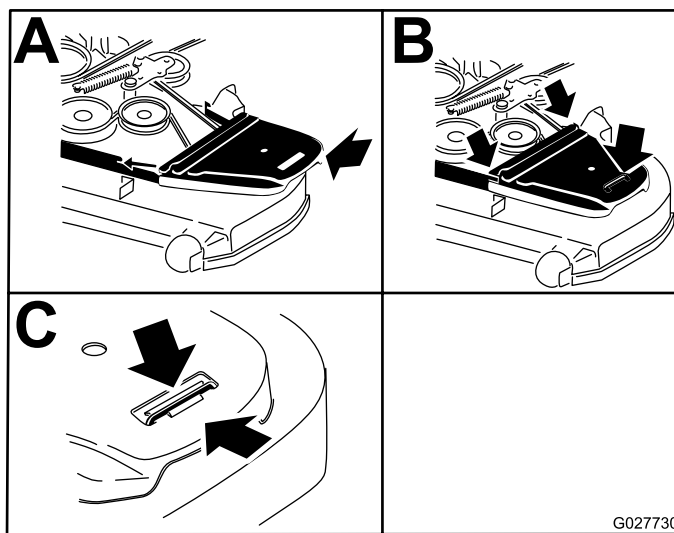

Figure 95
9. Posez les couvercles de courroie (Figure 95).